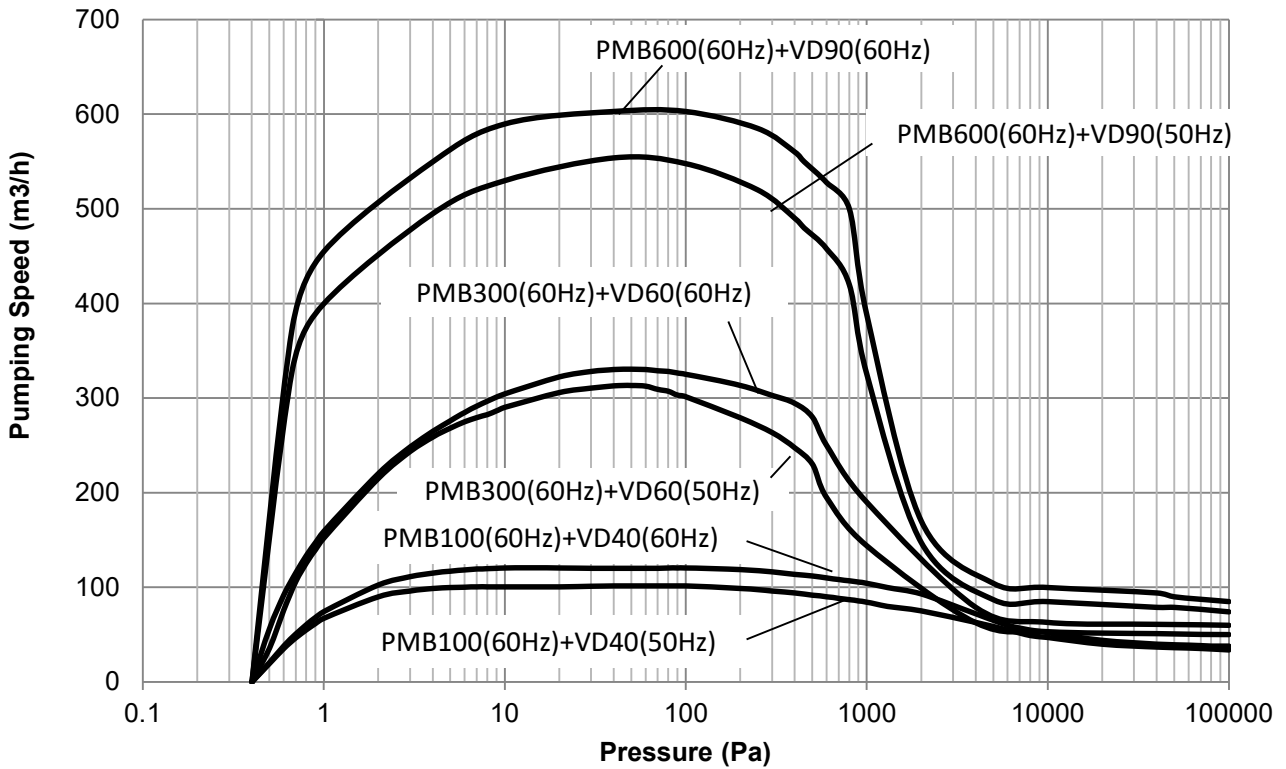

図 19 排気速度曲線 PMB100D / 300D / 600D 空冷仕様インバータ付(オプション)
メカカルブースターポンプは、単体で大気圧から作動させることができません。必ず補助ポンプ(ドライポンプや油回転ポンプ)と組み合わせて使用します。そのため真空室との配管は、図 19 のように粗引きを行いメカカルブースターポンプの作動領域の圧力になってから始動させなければなりません。
粗引き方法には「図 19 メカカルブースターポンプを使用した排気系例① ②」の方法があります。
①の方法はメカカルブースターポンプ内を通して粗引きを行う方法です。この方法は真空室が小さな場合で、粗引き排気時間が長くかかっても良い場合に使用できます。メカカルブースターポンプは粗引きを行っている間は運転できないため、排気気体はメカカルブースターポンプのロータ間の隙間を通して排気されます。そのため排気抵抗が大きくなり(コンダクタンスが小さくなり)、粗引き排気時間が長くかかることとなります。
②の方法はメカカルブースターポンプに粗引き回路を設けたものです。この方法は真空室が大きな場合で、粗引き排気時間を短くしたいときに使用します。粗引き時にはメインバルブと粗引きバルブを開いて排気を行い、メカカルブースターポンプの作動領域の圧力になったら、メカカルブースターポンプを始動して粗引きバルブを閉じ、本引きを行います。
真空スイッチを用いて、吸入側圧力が最大吸入圧力以下になったときメカニカルブースターポンプを始動させることができます。図 19 の②の場合、粗引きバルブはエア作動型を用いて、真空スイッチと連動させることができます。